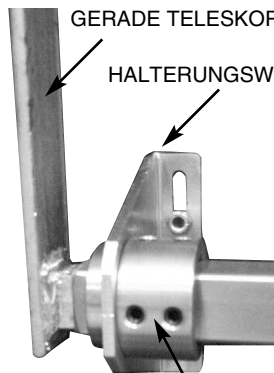

Abb. 7
- Die WINKELHALTERUNG wie in Abb. 7 und 10 mit Nieten in perfekter Ausrichtung mit der Welle des Elektroreduzierers befestigen.